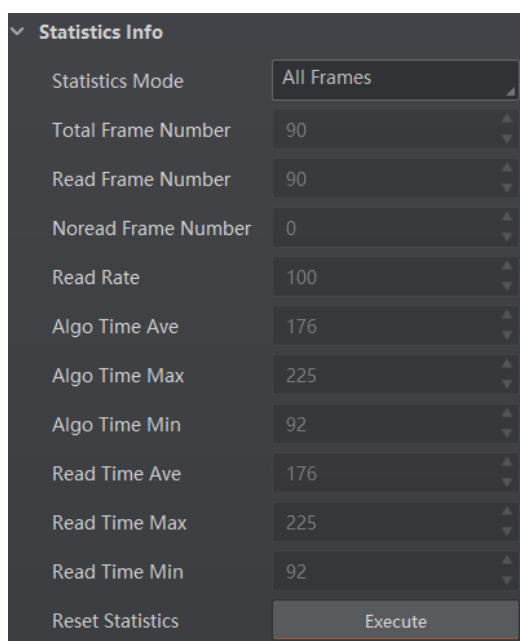

图4-93 数据统计
3. 查看相关数据，如图 4-93 所示，具体参数含义如下：